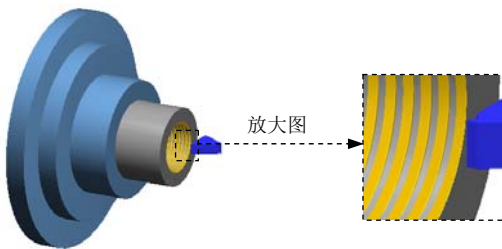

图 13.5.17 仿真结果
(1) 在“操作管理器”中确认 [TOP] 1 节点被选中, 然后单击“验证已选择的操作”按钮 , 系统弹出“Mastercam Simulator”对话框。
(2) 在“Mastercam Simulator”对话框中单击 按钮, 在其下拉菜单中选择 Collision 命令, 单击 按钮, 系统将开始进行实体切削仿真, 结果如图 13.5.17 所示, 单击 按钮。